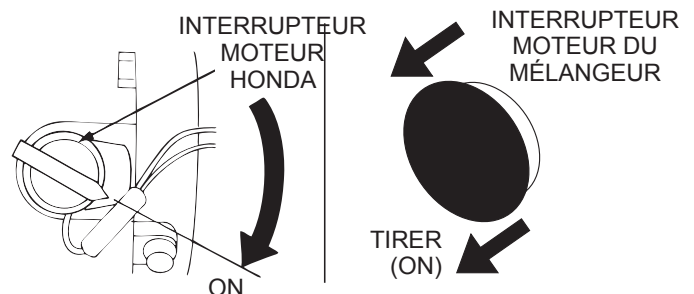

Figure 10. Interrupteurs ON/OFF du moteur (Position ON)
5. Placez l'Interrupteur ON/OFF (Marche/Arrêt) du moteur (Figure 10) dans la position ON.